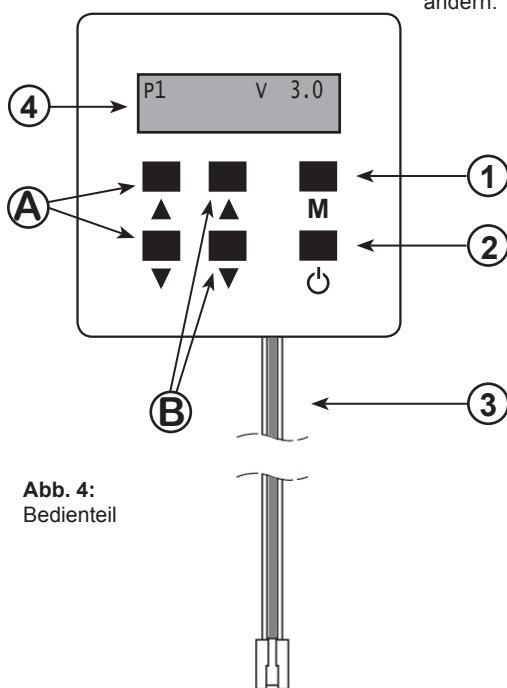

Abb. 4:
9.2.2. Menü Funktionen (siehe Abb. 4)